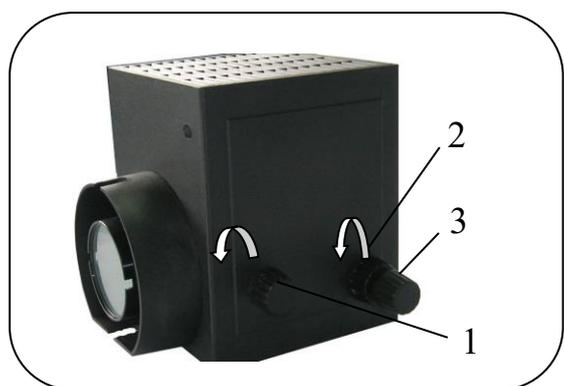

Рис. 19
6.14. Настройка источника света (рис. 19)